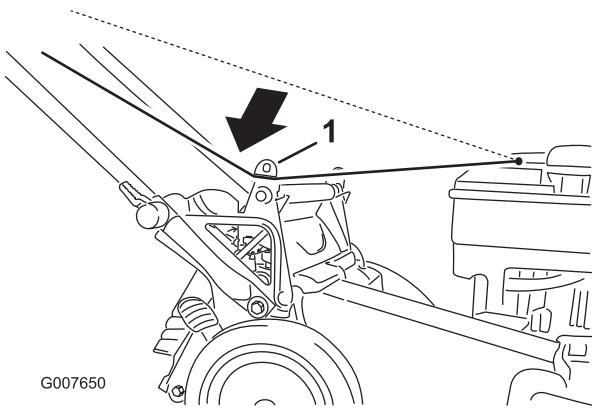

Figure 21
- Faites passer le câble du lanceur autour du guide inférieur (Figure 21).